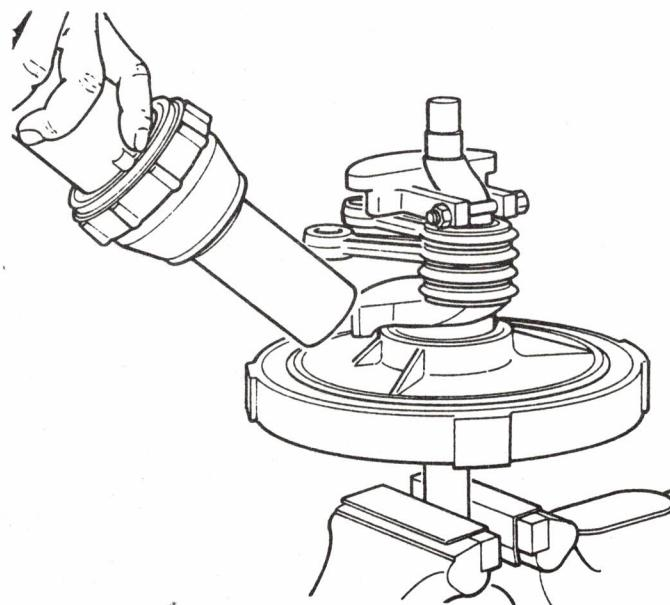
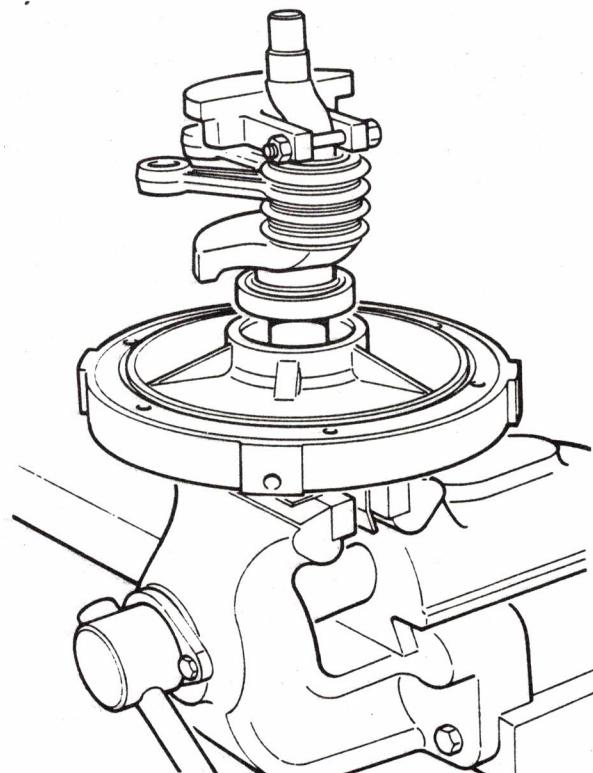

Bild 24 Lagerdeckel erhitzen
Bild 25 Lagerdeckel entfernen
- Lagerdeckel mit Heißluftgerät erhitzen (Bild 24), bis er vom Kugellager abfällt (Bild 25).